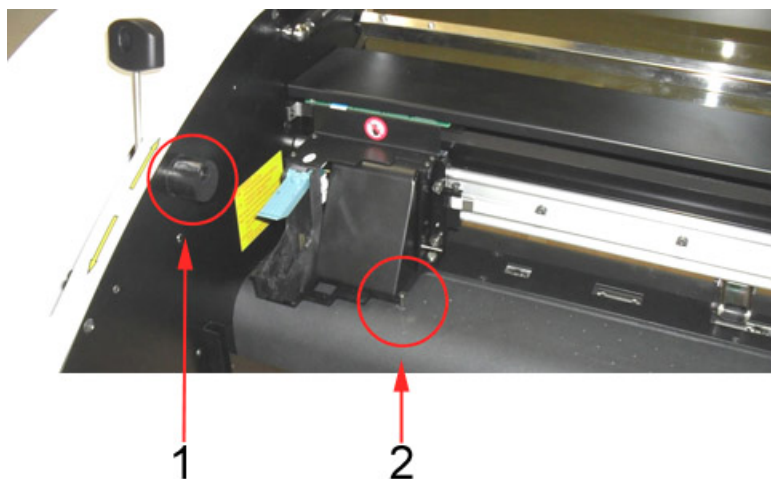

图 12. 左侧的橡皮塞和螺钉
11. 运输过程中，**前盖**可能发生位移而不在同一平面。如果前盖不在同一平面，请旋转**前盖**下面左右两侧的**橡皮塞**，直到前盖两端位于同一平面（图 12）。
12. 拆下紧靠着墨盒架的螺钉（图 12）